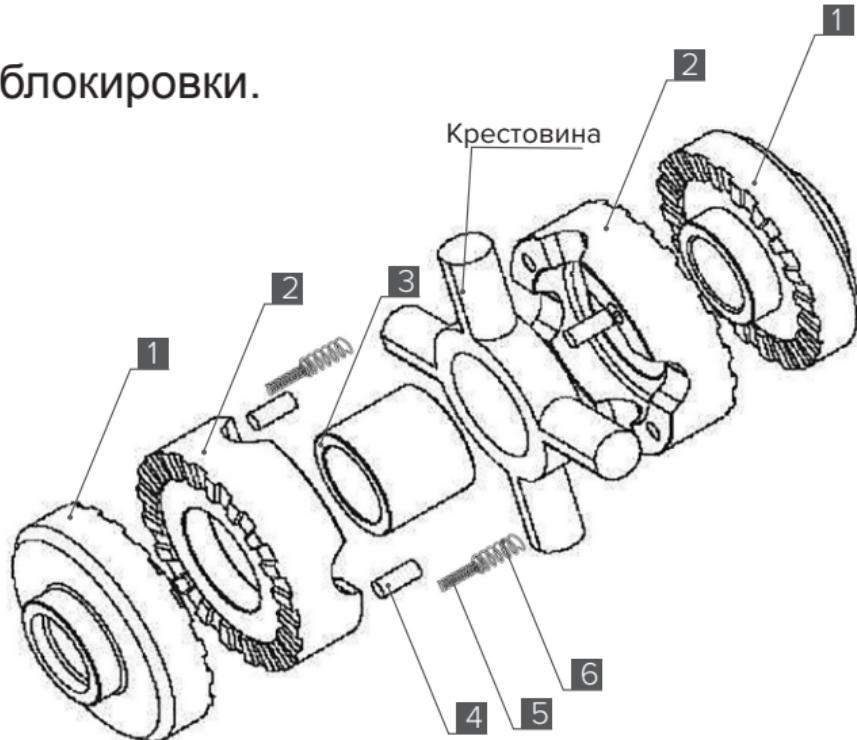

Рис. 4
5. В каждую из половинок корпуса дифференциала поместите следующие компоненты, соблюдая последовательность (**Рис.4**):